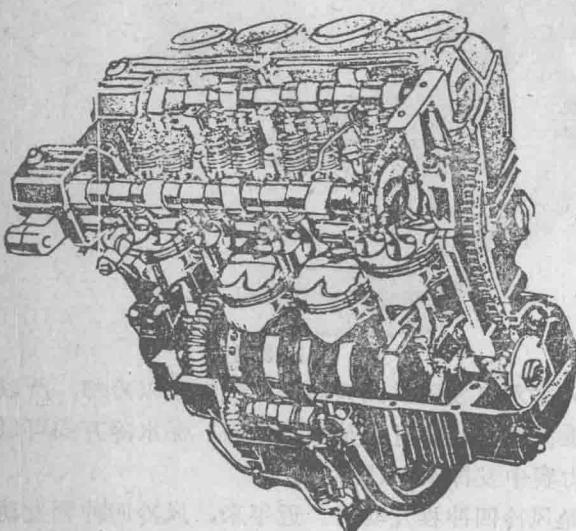

图10 川崎
⑩ 水冷方式在四冲程多缸发动机上的应用，首先是在六缸发动机上实现的。水冷方式可以减小气缸的体积，实现小型化，现在已经普遍应用在四缸发动机上(图10)。